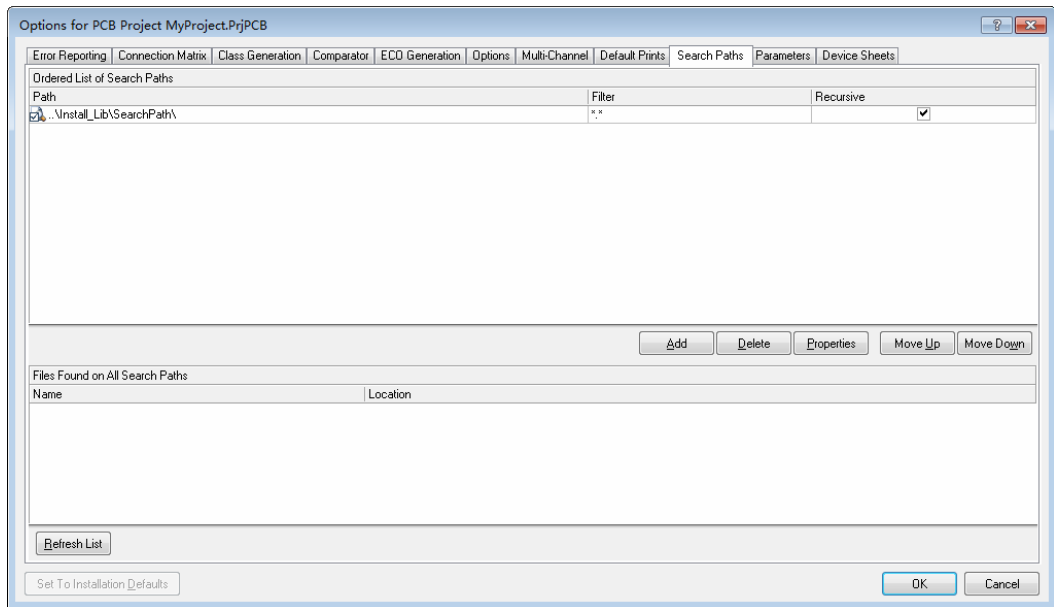

图 4-8 “工程选项”对话框的 Search Paths 选项卡
1) Paths: 单击该按钮, 打开“工程选项”对话框的 Search Paths 选项卡, 如图 4-8 所示, 单击其中的 Add 按钮, 在随后开启的搜索路径编辑对话框中指定要搜索的路径, 连续单击 OK 按钮直到返回 Available Libraries 对话框的 Search Paths 选项卡。